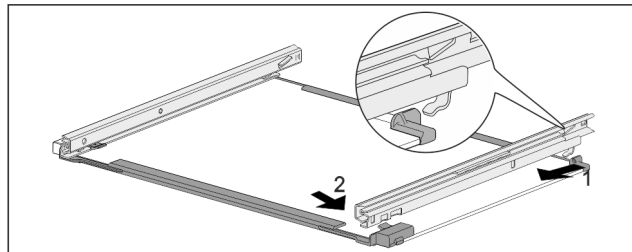

Fig. 108 Скляна пластина з рейками
- ▶ Зачепити рейку ззаду. Fig. 108 (1)
- ▶ Зафіксуйте рейку спереду. Fig. 108 (2)